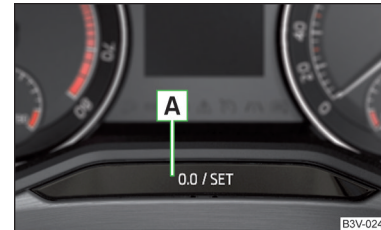

Abb. 38
» Die Taste **A** » Abb. 38 auf Seite 51 antippen.
- » Die Taste **A** » Abb. 38 gedrückt halten, bis im Display der Menüpunkt **Uhrzeit** angezeigt wird.